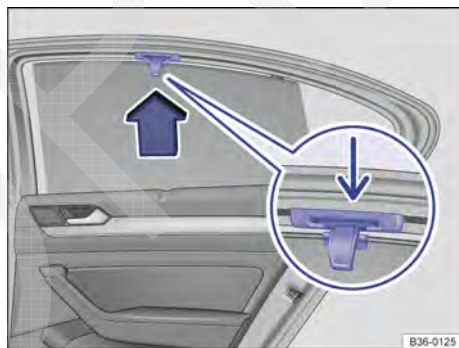

Fig. 129 No vidro traseiro direito: cortina de proteção solar.
- Puxar a cortina de proteção solar pela alça frontal → **Fig. 129** (lupa) no sentido da seta, totalmente para cima.
- Prender a barra retentora com ambos os olhais nos respectivos suportes → **Fig. 129** (seta pequena). Verificar se a cortina de proteção solar estendida está encaixada seguramente em no suporte.